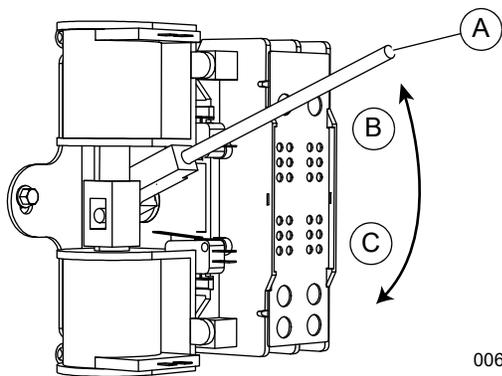

Figure 4-3. Commutateur de transfert manuel (type)
4. Voir la Figure 4-3. Utilisez le levier de transfert manuel (A) situé à l'intérieur du commutateur de transfert de façon à régler les contacts principaux en position STANDBY (SECOURS) (les charges sont ainsi raccordées à la source d'alimentation de secours) (C).
5. Voir la Figure 4-3. Utilisez le levier de transfert manuel (A) situé à l'intérieur du commutateur de transfert pour régler les contacts principaux en position UTILITY (charges reliées à la source d'alimentation secteur) (B).